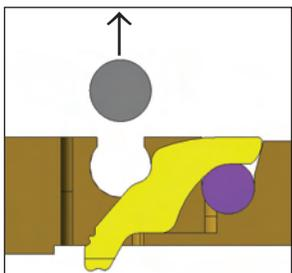

図 13: Inner/Frontエラストマの取り外し
- ピンセットを使用して、コンタクトの4辺全てから、Inner/Frontエラストマ(グレー/灰色)引き抜いてください。図 13を参照下さい。